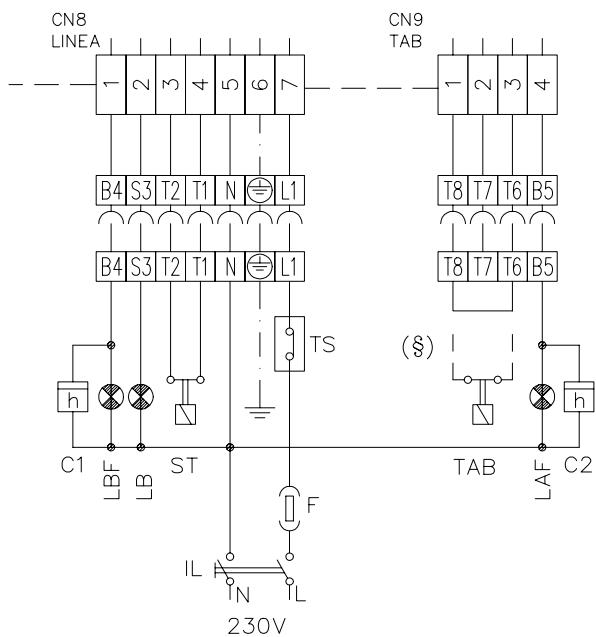

Рис. 5
- Выполнить электрические соединения к клеммнику питания, согласно схеме на Рис. 5.